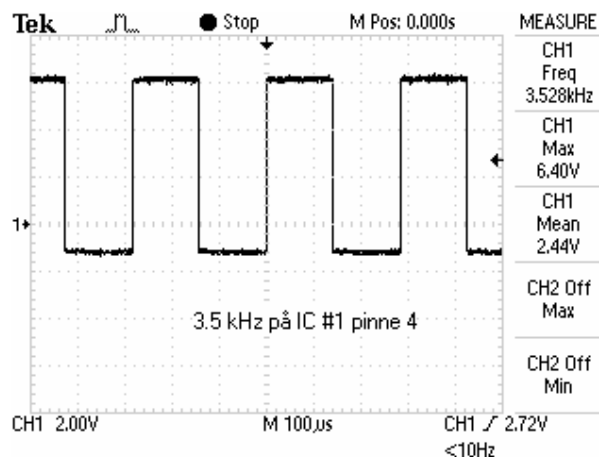

Fig. 3
- Justér helipot slik at frekvensen blir ca 3.50 kHz, se Fig. 3. Ved hjelp av bryteren kobles så den ikke-inv. inngangen til +6 V. Hva blir frekvensen nå?